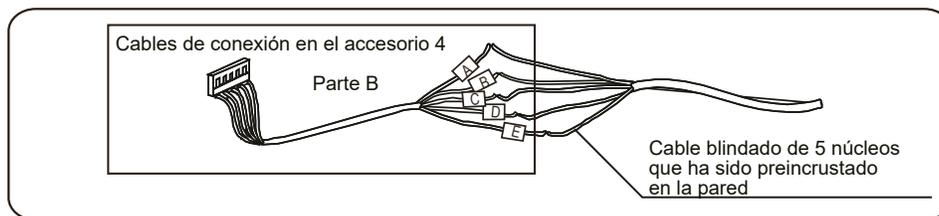

Figura 8
2. Conecte el extremo de corte de los cables de conexión de la parte B al cable blindado de 5 núcleos preincrustado en la pared (vea la Figura 8).